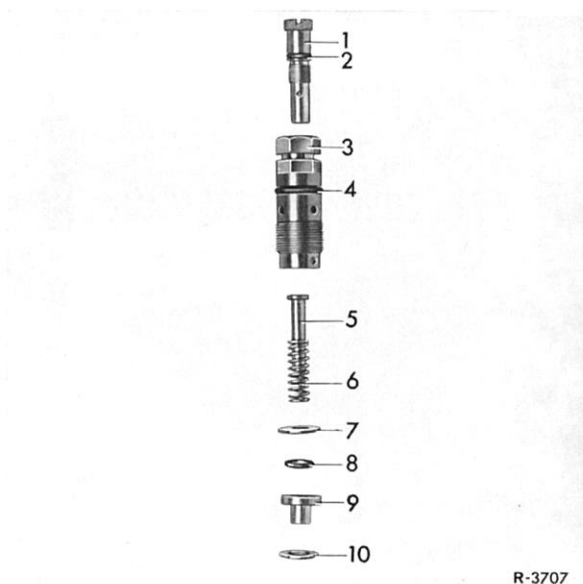

Bild 07-4/6
6 Gummiring (8) in das Führungsrohr (9) einsetzen. Druckfeder (6) und Scheibe (7) auf die Nadeldüse (5) aufschieben und Nadeldüse in das Führungsrohr (9) eindrücken (Bild 07-4/6).